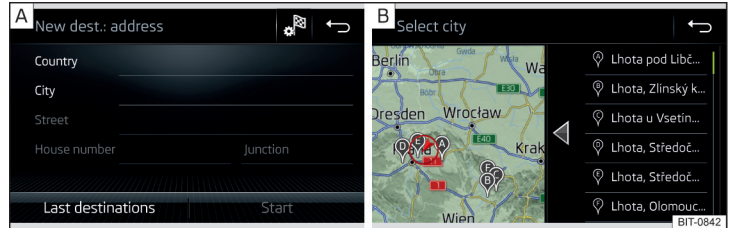

Abb. 166 **Ziel über die Adresse eingeben: Hauptmenü / Liste der aufgesuchten Orte**
- › Die Zieladresse eingeben und anschließend bestätigen » Abb. 166 - **A**.
In Abhängigkeit von der Anzahl der aufgesuchten Orte kann automatisch eine Karte mit einer Liste der aufgesuchten Orte angezeigt werden » Abb. 166 - **B**.